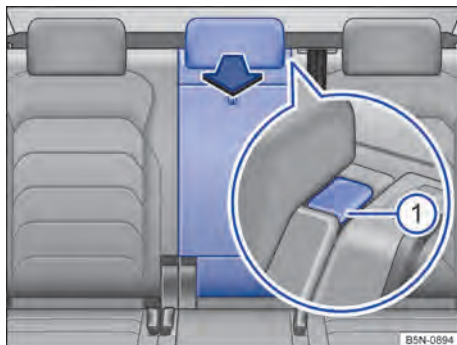

Fig. 198 No encosto do banco traseiro: abrir o dispositivo para transporte de objetos longos.
- Pressionar o botão de destravamento → Fig. 198 ① e rebater o dispositivo para transporte de objetos longos para frente → ⚠.
- Rebater o dispositivo para transporte de objetos longos para trás, e pressionar com firmeza a trava, até que ela se encaixe de forma segura → ⚠. A marcação vermelha no botão de destravamento → Fig. 198 ① não pode mais estar visível.